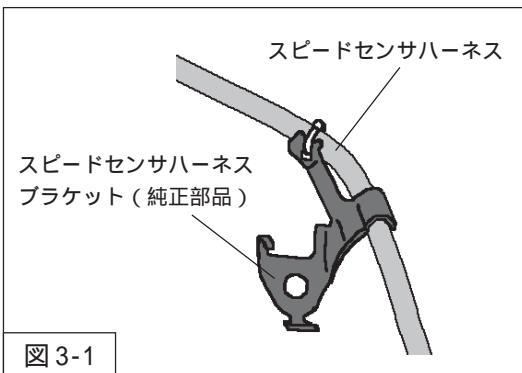

図3-1
- スピードセンサハーネスをダンパーASSYから取外し、スピードセンサハーネスブラケット（純正部品）をハーネスから取外してください。（図3-1）